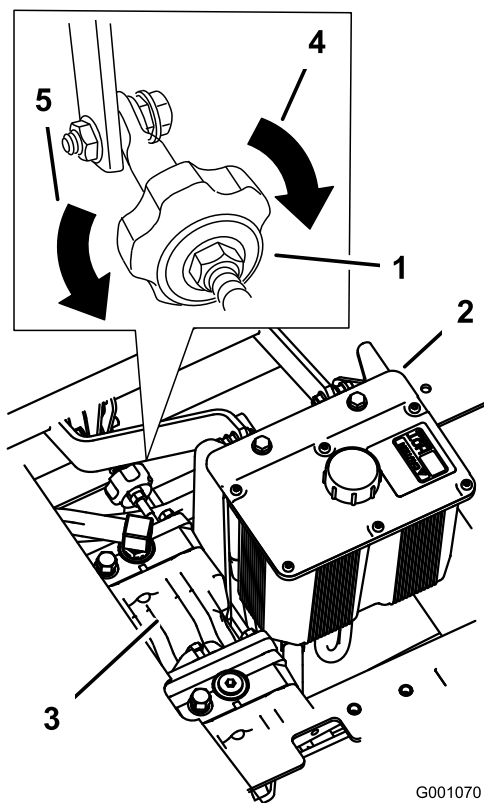

Bild 98
2. Stellen Sie die Länge der Pumpstange ein, indem Sie das Handrad an der Stange so weit in die entsprechende Richtung drehen, bis das Rad stillsteht oder sich leicht zurückdreht (Bild 98).